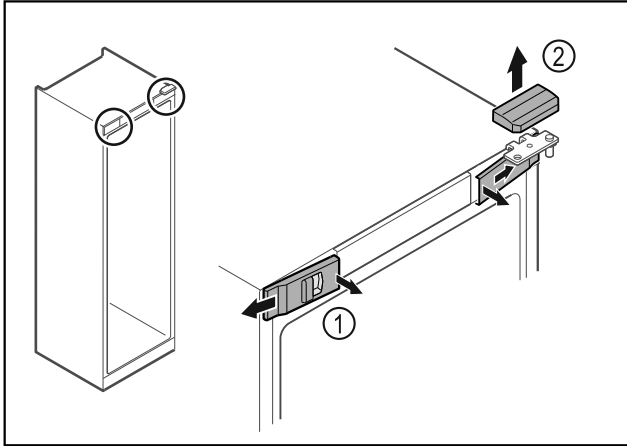

Fig. 8
- Décrocher les caches avant Fig. 8 (1) du côté intérieur et les retirer vers l'extérieur.
- Retirer le cache supérieur Fig. 8 (2) vers le haut.